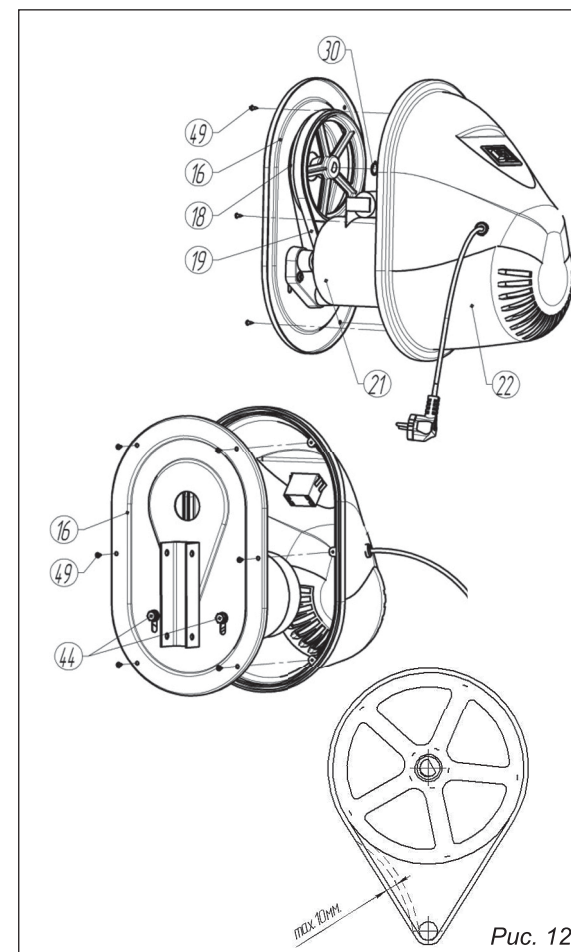

Рис. 12
6.9. Установка шкива и натяжение ремня (рис. 12)